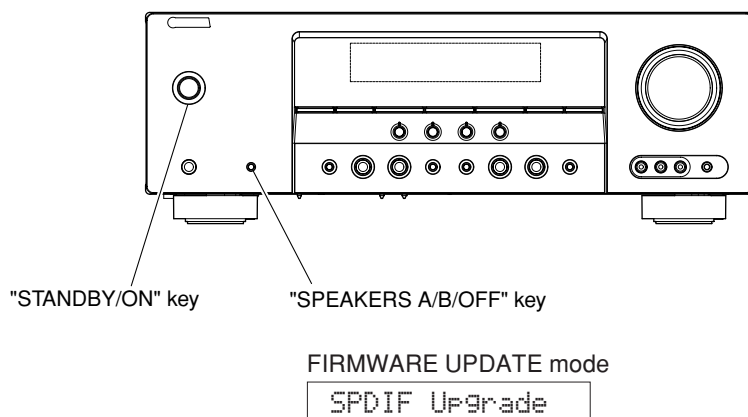

Fig. 2
3. Removal of MAIN (2) P.C.B.s
- Remove CB193 and CB181. (Fig. 2)
- Remove MAIN (2) P.C.B.s. (Fig. 2)
- CB193、CB305を外します。(Fig. 2)
- D-VIDEO P.C.B.を取り外します。(Fig. 2)
- Remove cord stopper. (Fig. 2)
- Remove rear panel. (Fig. 2)
- Remove 1 screw (⑨). (Fig. 2)
- Remove CB512 and CB516. (Fig. 2)
- Remove the DSP P.C.B. which is connected directly to the MAIN (1) P.C.B. with connectors. (Fig. 2)
- コードストッパーを外します。(Fig. 2)
- リアパネルを取り外します。(Fig. 2)
- ⑨のネジ1本を外します。(Fig. 2)
- CB512、CB516を外します。(Fig. 2)
- DSP P.C.B.を取り外します。ただし、DSP P.C.B.は MAIN (1) P.C.B.と直接コネクター接続されています。(Fig. 2)
- While pressing the "STANDBY/ON" key and "SPEAKERS A/B/OFF" key of the main unit simultaneously, connect the power cable of the main unit to the AC outlet. (Fig. 2)
The FIRMWARE UPDATE mode will then be activated and "SPDIF Upgrade" is displayed. (Fig. 2)
- 本機の"STANDBY/ON"キーと、"SPEAKERS A/B/OFF"キーを押しながら、本機の電源コードをACコンセントに接続します。(Fig. 2)
FIRMWARE UPDATEモードが起動し、"SPDIF Upgrade"が表示されます。(Fig. 2)